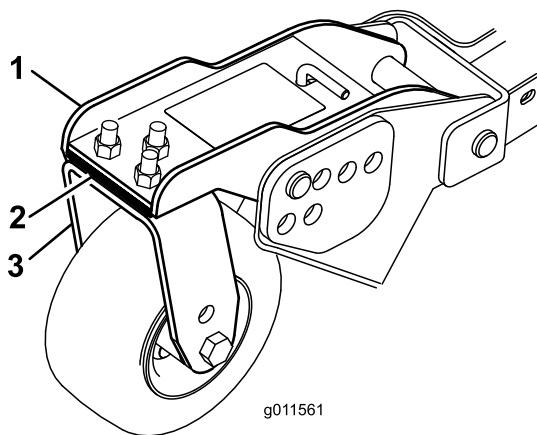

Figura 111
1. Retire os parafusos e as porcas que fixam o braço da roda à forquilha de roda (Figura 111).